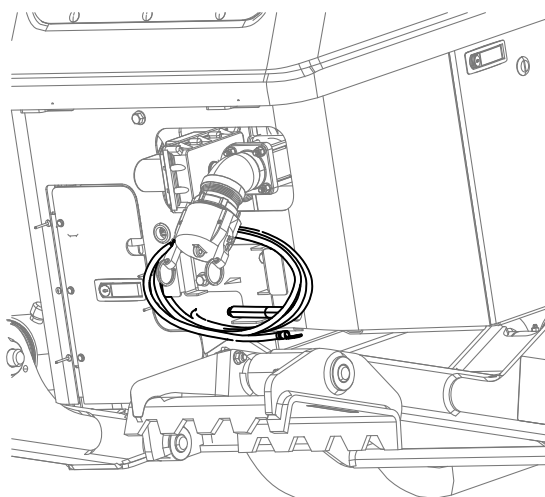

Figure 49
1. Sortez le câble de mise à la terre de sa position de rangement à l'arrière de la machine (Figure 49).
9. Rangez le piquet de terre dans son support à l'arrière de la machine (Figure 49).